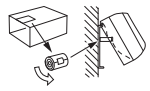

Fig. 5
7) Առաքման արկղից կտրեք ստվարաթղթի մի կտոր, փաթաթեք ք այն, տեղադրեք ք այն ետևի կողմի վրա և օգտագործեք ք սորպես եզրաչափիչ ներքին բլոկի բարձրացման համար: (Fig. 5)